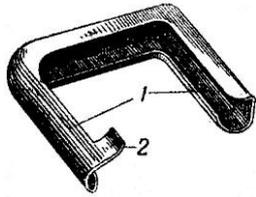

Рис. 41. Подаватель:
**Подаватель** (рис. 41) служит для подачи патронов. Он имеет два отогнутых конца, которые направляют движение его в корпусе магазина. На одном из отогнутых концов подавателя с левой стороны имеется зуб для включения